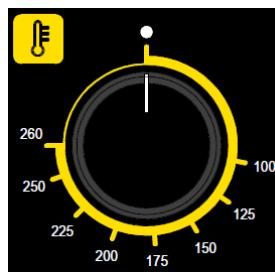

Рис. 4
**Программирование температуры приготовления** – Повернуть рукоятку термостата регулирования (Рис. 4) в соответствии с температурой, выбранной для приготовления